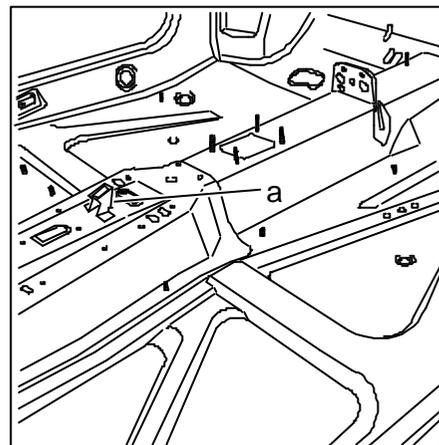

Fig. 9
- ✧ Supprimer le support du contacteur de frein à main (Rep. a, Fig. 9) sur le tunnel central.